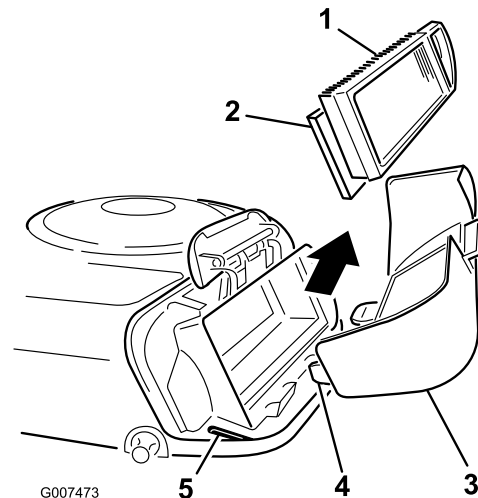

Figura 24
- Deslice cuidadosamente el filtro de papel y el filtro de gomaespuma para retirarlos de la carcasa del soplador (Figura 24).
2. Alinee las pestañas de la tapa del limpiador de aire con las ranuras de la carcasa del soplador (Figura 24).